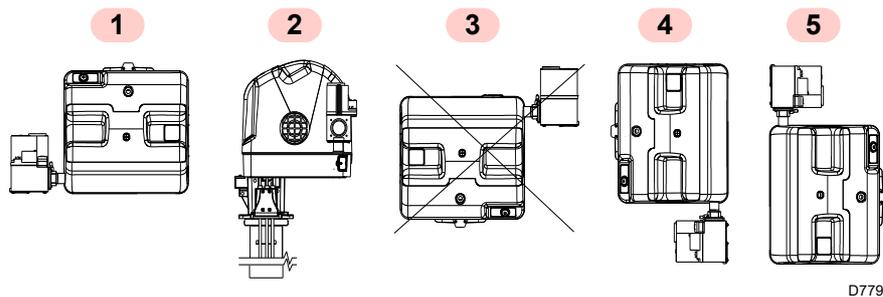

Fig. 11
- Il bruciatore è predisposto esclusivamente per il funzionamento nelle posizioni **1, 2, 4 e 5** (Fig. 11).
- Tutte le posizioni richiedono l'installazione della valvola gas con le bobine rivolte verso l'alto o orizzontalmente (Fig. 11).